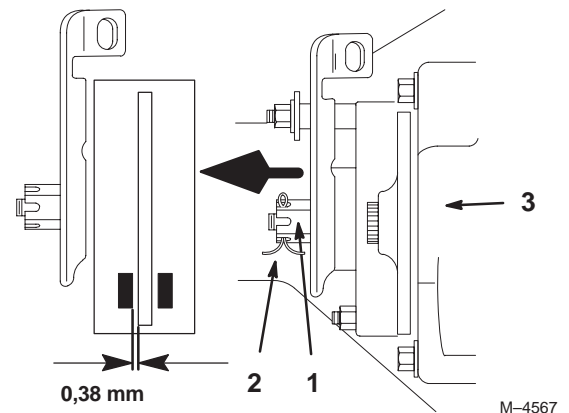

Bild 37
3. Entfernen Sie zum Einstellen der Bremse den Splint und lockern die Bremseinstellmutter etwas (Bild 37).
4. Stecken Sie eine 0,38 mm Fühlerlehre vorsichtig zwischen den äußeren Bremsklotz und die Bremsscheibe (Bild 37).